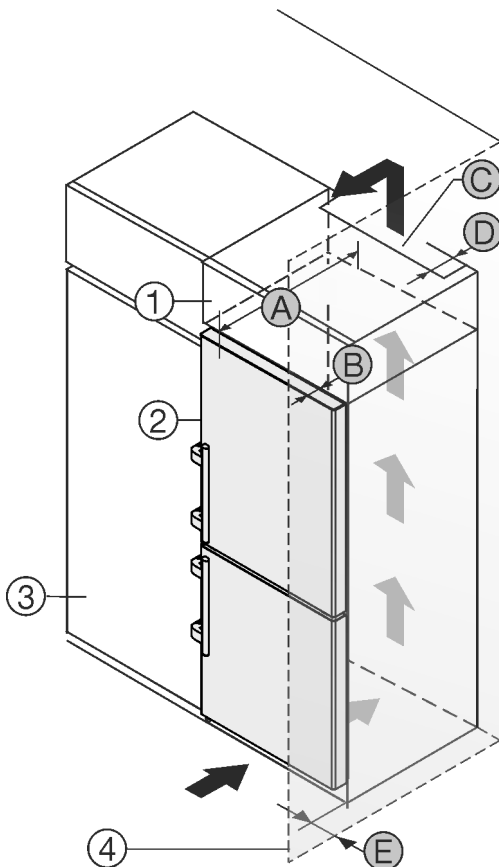

Fig. 2
Aparat lahko postavite neposredno ob kuhinjsko omaro *Fig. 2 (3)*.\*
Na zadnji strani nadgradne omare mora biti zaradi prezračevanja in odzračevanja po vsej širini nadgradne omare prezračevalni jašek globine *Fig. 2 (D)*.\*
Pod stropom je treba upoštevati presek prezračevanja *Fig. 2 (C)*.\*
Če aparat postavite s tečaji ob steni *Fig. 2 (4)*, mora razdalja med aparatom in steno znašati vsaj 57 mm. To ustreza velikosti ročaja pri odprtih vratih.\*
Da lahko vrata povsem odprete, mora aparat štrleti ven vsaj za globino vrat *Fig. 2 (B)* glede na sprednji del kuhinjske omarice. Odvisno od globine kuhinjskih omaric *Fig. 2 (3)* in uporabe stenskih distančnikov lahko aparat štrli bolj ven.\*